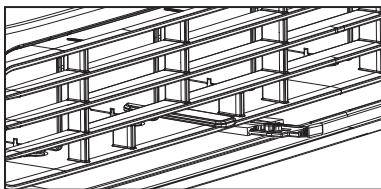

Figure 3 (ÉVENT OUVERT)
- Échanger l'air de la pièce - évent ouvert (voir Fig. 3)